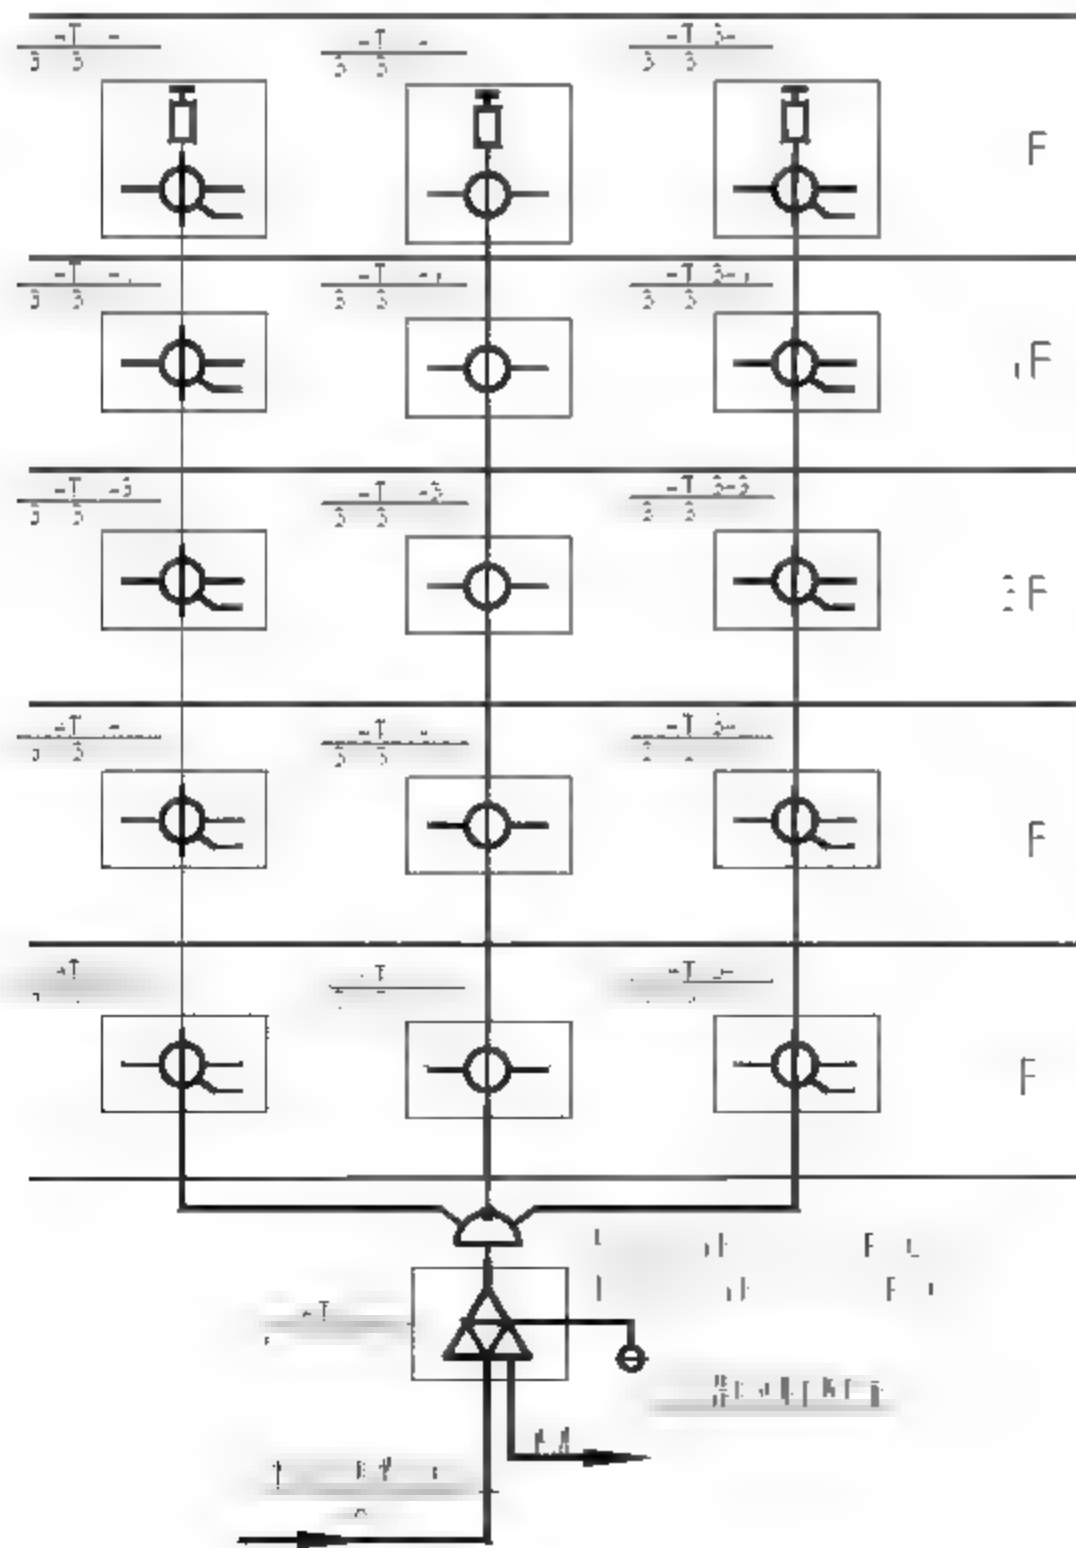

图13-41 标注文字
**01** 调用MT【多行文字】命令，绘制元件及线路的标注文字，结果如图13-41所示。